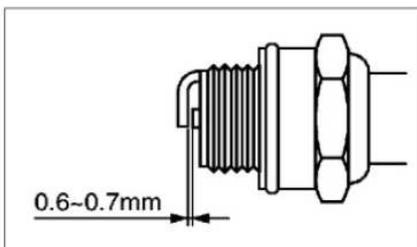

Figure 10
2. Contrôlez la bougie toutes les 50 heures d'utilisation, puis nettoyez l'écart avec une brosse métallique. L'écart doit être fixé à 0,6-0,7 mm. (FIG. 10)